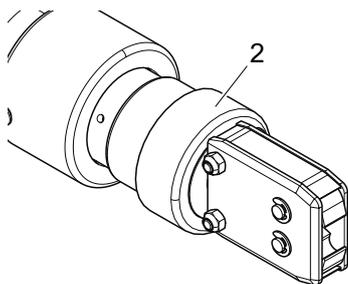

Abb. 25: Lösen des Zangenkopfes
- Schrauben Sie die Überwurfmutter ab (Abb. 25/2).